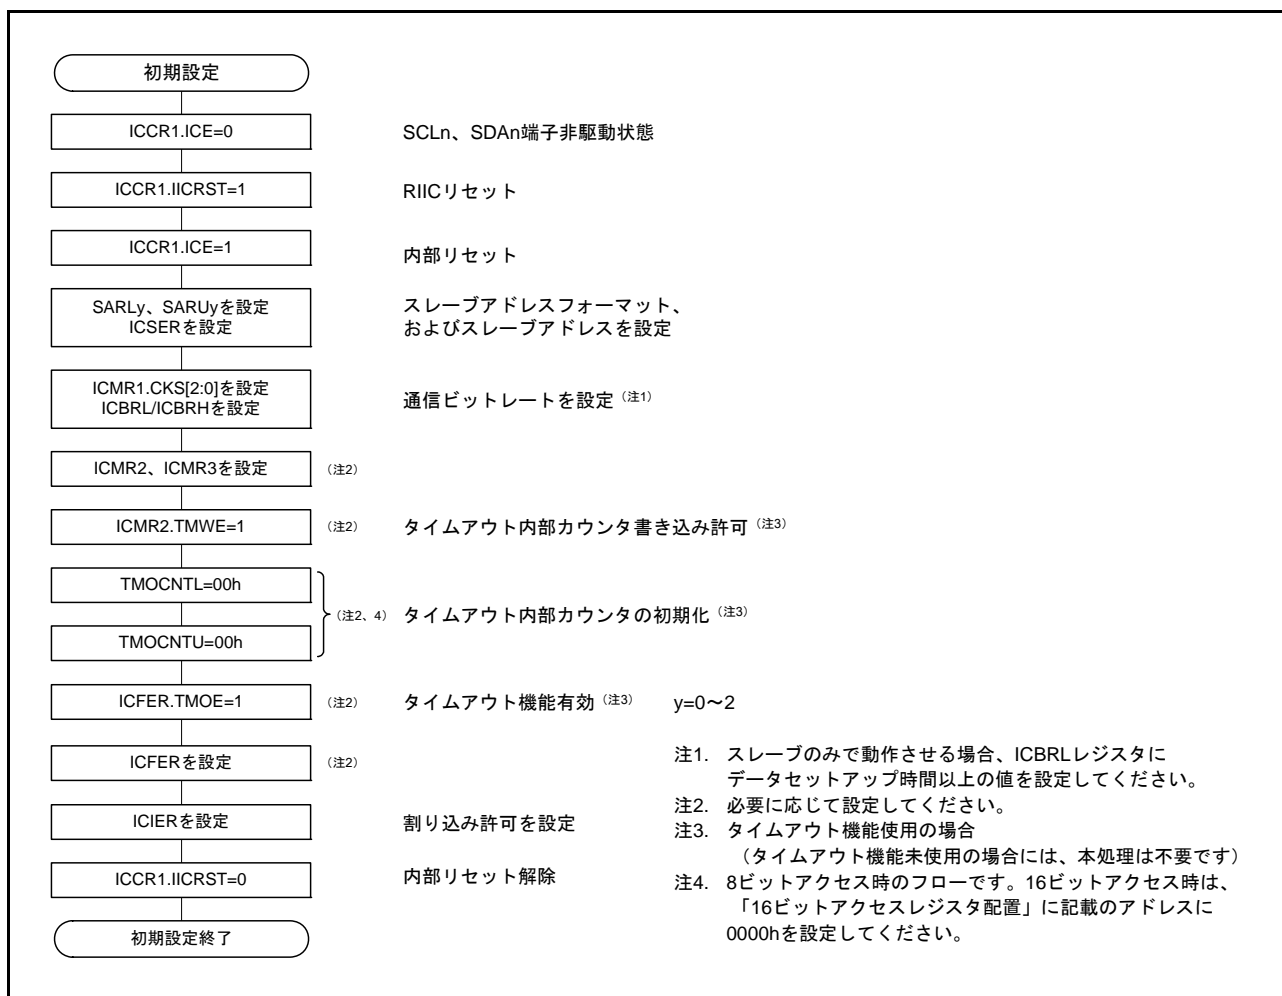

図 36.5 RIIC の初期化フローチャート例
データの送信 / 受信を開始する場合、図 36.5 に示す手順に従って RIIC を初期化してください。
- (1) ICCR1.ICE ビットを“0” (SCLn、SDAn 端子非駆動状態) にしたまま ICCR1.IICRST ビットを“1” (RIIC リセット) にした後、ICCR1.ICE ビットを“1” (内部リセット) にします。これにより ICSR1 レジスタの各フラグや内部状態の初期化を行います。その後、SARLy、SARUy、ICSER、ICMR1、ICBRH、ICBRL レジスタ (y=0 ~ 2) を設定し、その他のレジスタは必要に応じて設定してください (RIIC の初期設定については図 36.5 参照)。必要なレジスタの設定が終了したら、ICCR1.IICRST ビットを“0” (リセット解除) にしてください。すでに RIIC の初期化が完了している場合、この手順は不要です。
- (2) ICCR2.BBSY フラグを読んでバスが解放状態であることを確認した後、ICCR2.ST ビットに“1”を書きます (スタートコンディション発行要求)。RIIC はスタートコンディション発行要求を受け付けると、スタートコンディションを発行します。RIIC はスタートコンディションを検出すると BBSY フラグ、ICSR2.START フラグを自動的に“1”にし、ST ビットを自動的に“0”にします。このとき ST ビットが“1”の状態でも自分が出した SDA 信号と SDAn ラインの状態がずれることなくスタートコンディションを検出した場合、RIIC は ST ビットによるスタートコンディション発行が正しく行われたと認識し、ICCR2.MST、TRS ビットを自動的に“1”にしてマスタ送信モードになります。また ICSR2.TDRE は、TRS ビット=1 により自動的に“1”になります。
- (3) ICSR2.TDRE フラグが“1”であることを確認した後、ICDRT レジスタに送信データ (スレーブアドレスと R/W# ビット) を書いてください。ICDRT レジスタに送信データを書くと TDRE フラグは自動的に“0”になり、ICDRT レジスタから ICDRS レジスタにデータが転送されて、再び TDRE フラグが“1”になります。R/W# ビットを含むスレーブアドレスの送信が完了すると、送信された R/W# ビットにより自動的に TRS ビットが変更され送信モード/受信モードが選択されます。RIIC は R/W# ビット=0 を受信すると、引き続きマスタ送信モードの状態を継続します。
- (2) ICCR2.BBSY フラグを読んでバスが解放状態であることを確認した後、ICCR2.ST ビットに“1”を書きます (スタートコンディション発行要求)。RIIC はスタートコンディション発行要求を受け付けると、スタートコンディションを発行します。RIIC はスタートコンディションを検出すると BBSY フラグ、ICSR2.START フラグを自動的に“1”にし、ST ビットを自動的に“0”にします。このとき ST ビットが“1”の状態で自分が出した SDA 信号と SDA_n ラインの状態がずれることなくスタートコンディションを検出した場合、RIIC は ST ビットによるスタートコンディション発行が正しく行われたと認識し、ICCR2.MST、TRS ビットを自動的に“1”にしてマスタ送信モードになります。また ICSR2.TDRE フラグは、TRS ビット =1 により自動的に“1”になります。
- (3) ICSR2.TDRE フラグが“1”であることを確認した後、ICDRT レジスタに送信データ（スレーブアドレスと R/W# ビット）を書いてください。ICDRT レジスタに送信データを書くと TDRE フラグは自動的に“0”になり、ICDRT レジスタから ICDRS レジスタにデータが転送されて、再び TDRE フラグが“1”になります。R/W# ビットを含むスレーブアドレスの送信が完了すると、送信された R/W# ビットにより自動的に ICCR2.TRS ビットが変更され送信モード/受信モードが選択されます。RIIC は R/W# ビット = 1 を受信すると、9 クロック目の立ち上がりで TRS ビットを“0”にしてマスタ受信モードに移行します。このとき TDRE フラグは“0”に、ICSR2.RDRF フラグは自動的に“1”になります。
- (4) ICSR2.RDRF フラグが“1”であることを確認した後、ダミーで ICDRR レジスタを読むと、RIIC は SCL クロックを出力して受信動作を開始します。
- (5) 1 バイトのデータ受信が終了し、ICMR3.RDRFS ビットで設定した SCL クロックの 8 クロック目、あるいは 9 クロック目の立ち上がりで、ICSR2.RDRF フラグが“1”になります。このとき ICDRR レジスタを読むと、受信したデータを読むことができ、同時に RDRF フラグは自動的に“0”になります。また SCL クロックの 9 クロック目のアクノリッジビットには、ICMR3.ACKBT ビットに設定された値が返されます。また、次の受信バイトが最終バイト - 1 の場合、ICDRR レジスタ（最終バイト - 2 バイト目）を読む前に ICMR3.WAIT ビットを“1”（WAIT あり）にしてください。これにより、続く (6) の ICMR3.ACKBT ビットを“1”（NACK）にする処理が他割り込みなどにより遅れた場合でも最終バイトで NACK 出力を可能にするるとともに、最終バイトの受信時に 9 クロック目の立ち下がり SCL_n ラインを Low に固定して、ストップコンディション発行可能状態にすることができます。
- (6) ICMR3.RDRFS ビットが“0”でスレーブデバイスに次のデータ受信で通信終了であることを通知する必要がある場合には、ICMR3.ACKBT ビットを“1”（NACK）にしてください。
- (7) ICDRR レジスタ（最終バイト - 1 バイト目）読み出し後、ICSR2.RDRF フラグが“1”であることを確認してから、ICCR2.SP ビットに“1”を書いて（ストップコンディション発行要求）、ICDRR レジスタ（最終バイト）を読んでください。RIIC は ICDRR レジスタの読み出しにより、WAIT 状態が解除され、9 クロック目の Low 出力終了または SCL ラインの Low ホールド解除後にストップコンディションを発行します。
- (8) RIIC はストップコンディションを検出すると、ICCR2.MST, TRS ビットは自動的に“00b”になり、スレーブ受信モードに移行します。また、ストップコンディション検出により ICSR2.STOP フラグが“1”になります。
- (9) ICSR2.STOP フラグが“1”であることを確認した後、次通信のために ICSR2.NACKF, STOP フラグを“0”にしてください。
- (1) 図 36.5 に示す手順で RIIC を初期設定してください。すでに RIIC の初期化が完了している場合、この手順は不要です。初期設定完了後、RIIC はスレーブアドレスが一致するまで待機状態となります。
- (2) RIIC はスレーブアドレスが一致した場合、SCL クロックの 9 クロック目の立ち上がりで該当する ICSR1.HOA, GCA, AASy ビット (y=0 ~ 2) のいずれかを “1” にし、SCL クロックの 9 クロック目のアクノリッジビットに ICMR3.ACKBT ビットに設定した値を返信します。このとき受信した R/W# ビットが “1” のとき、ICCR2.TRS ビットおよび ICSR2.TDRE フラグを “1” にし、自動的にスレーブ送信モードに切り替わります。
- (3) ICSR2.TDRE フラグが “1” であることを確認した後、ICDRT レジスタに送信データを書いてください。このとき、ICFER.NACKF ビットが “1” の状態でマスタデバイスからアクノリッジがなかった (NACK を受信した) 場合、RIIC は次の通信動作を中断します。
- (4) ICSR2.NACKF フラグが “1” になるか、または最終送信データを ICDRT レジスタに書いた後、ICSR2.TDRE フラグが “1” の状態で、ICSR2.TEND フラグが “1” になるまで待ってください。ICSR2.NACKF フラグが “1” または TEND フラグが “1” の場合、RIIC は 9 クロック目の立ち下がり以降 SCLn ラインを Low にホールドします。
- (5) ICSR2.NACKF フラグが “1” または ICSR2.TEND フラグが “1” の場合、終了処理のため ICDRR レジスタをダミーで読んでください。これにより SCLn ラインを開放します。
- (6) RIIC はストップコンディションを検出すると、ICSR1.HOA, GCA, AASy ビット (y=0 ~ 2)、ICSR2.TDRE, TEND フラグ、ICCR2.TRS ビットを自動的に “0” にし、スレーブ受信モードに移行します。
- (7) ICSR2.STOP フラグが “1” であることを確認した後、次通信のために ICSR2.NACKF, STOP フラグを “0” にしてください。
- (2) RIIC はスレーブアドレスが一致した場合、RIIC は SCL クロックの 9 クロック目の立ち上がりで該当する ICSR1.HOA, GCA, AASy ビット (y=0 ~ 2) のいずれかを“1”にし、SCL クロックの 9 クロック目のアックノリッジビットに ICMR3.ACKBT ビットに設定した値を返信します。このとき受信した R/W# ビットが“0”なら、スレーブ受信モードの状態を継続し、ICSR2.RDRF フラグを“1”にします。
- (3) ICSR2.STOP フラグが“0”で、かつ ICSR2.RDRF フラグが“1”であることを確認したら、最初の 1 回目は ICDRR レジスタをダミーで読んでください（なお、ダミーで読んだ受信データは 7 ビットアドレスフォーマット時にスレーブアドレス + R/W# ビット、10 ビットアドレスフォーマット時は下位 8 ビットアドレスになります）。
- (4) ICDRR レジスタを読むと RIIC は ICSR2.RDRF フラグを自動的に“0”にします。なお、ICDRR レジスタの読み出しが遅れて、RDRF フラグが“1”になった状態で次のデータを受信すると、RIIC は RDRF フラグが“1”になるタイミングの 1 つ手前の SCL クロック立ち下がり SCLn ラインを Low にホールドします。この Low ホールドは ICDRR レジスタを読むことで解除され RIIC は SCLn ラインを開放します。